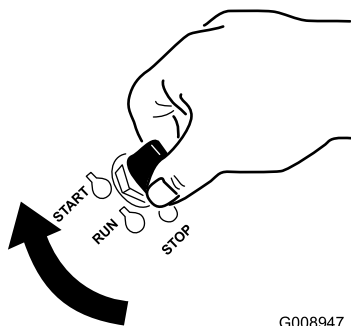

Figura 12
1. Gire la llave de contacto a la posición de ARRANQUE (O). Figura 12 Cuando el motor arranque, suelte la llave.
6. Gire la llave de contacto a la posición de ARRANQUE (⌚). Figura 12 Cuando el motor arranque, suelte la llave.